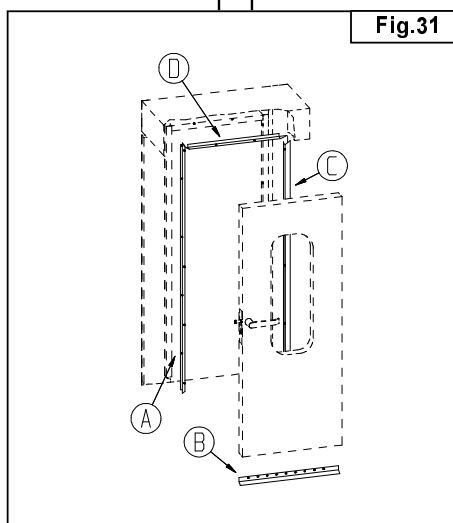

Fig.31
(3) -Smontare le guarnizioni fissate con viti autofilettanti alla battuta della porta e alla porta stessa (Fig.31).
(3) - Disassemble the gaskets fixed with self-threading screws to the door rabbet and to the door itself (Fig. 31)